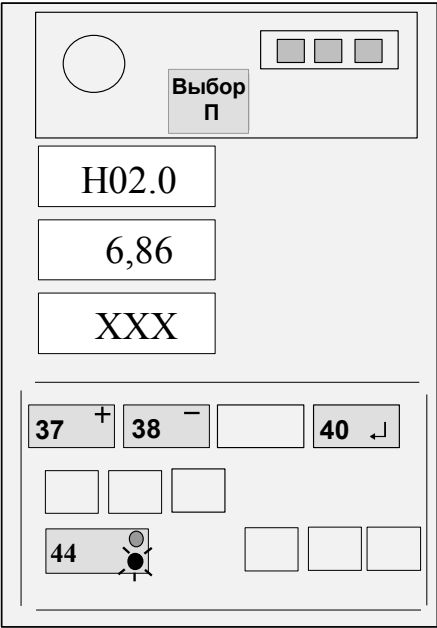

Рисунок 13
4.5.5.3 Изменяя положение датчика угла наклона стрелы, добиться отображения на среднем ИЖЦ значения вылета, указанного в правом столбце таблицы 1 (см. рисунок 13) для установленного значения вылета по рулетке.